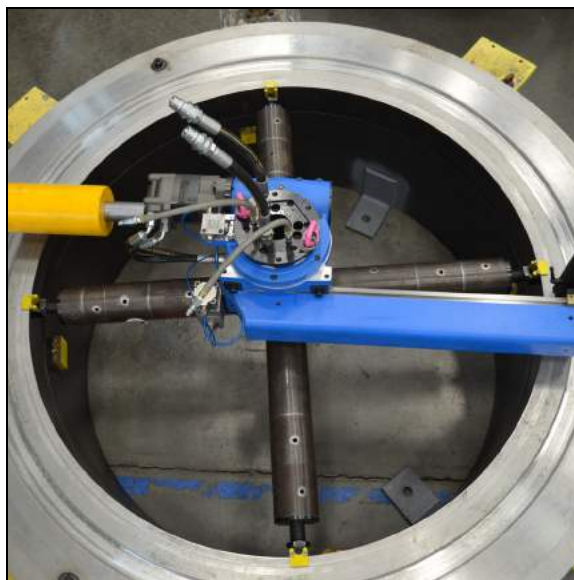

РИСУНОК 3-5. УСТАНОВКА ПАТРОНА ДЛЯ ЗАЖИМА НА ВНУТРЕННЕМ ДИАМЕТРЕ НА ФЛАНЦЕ
5. Установите станок на фланце, опирающемся на установочные пальцы (рис. 3-5).